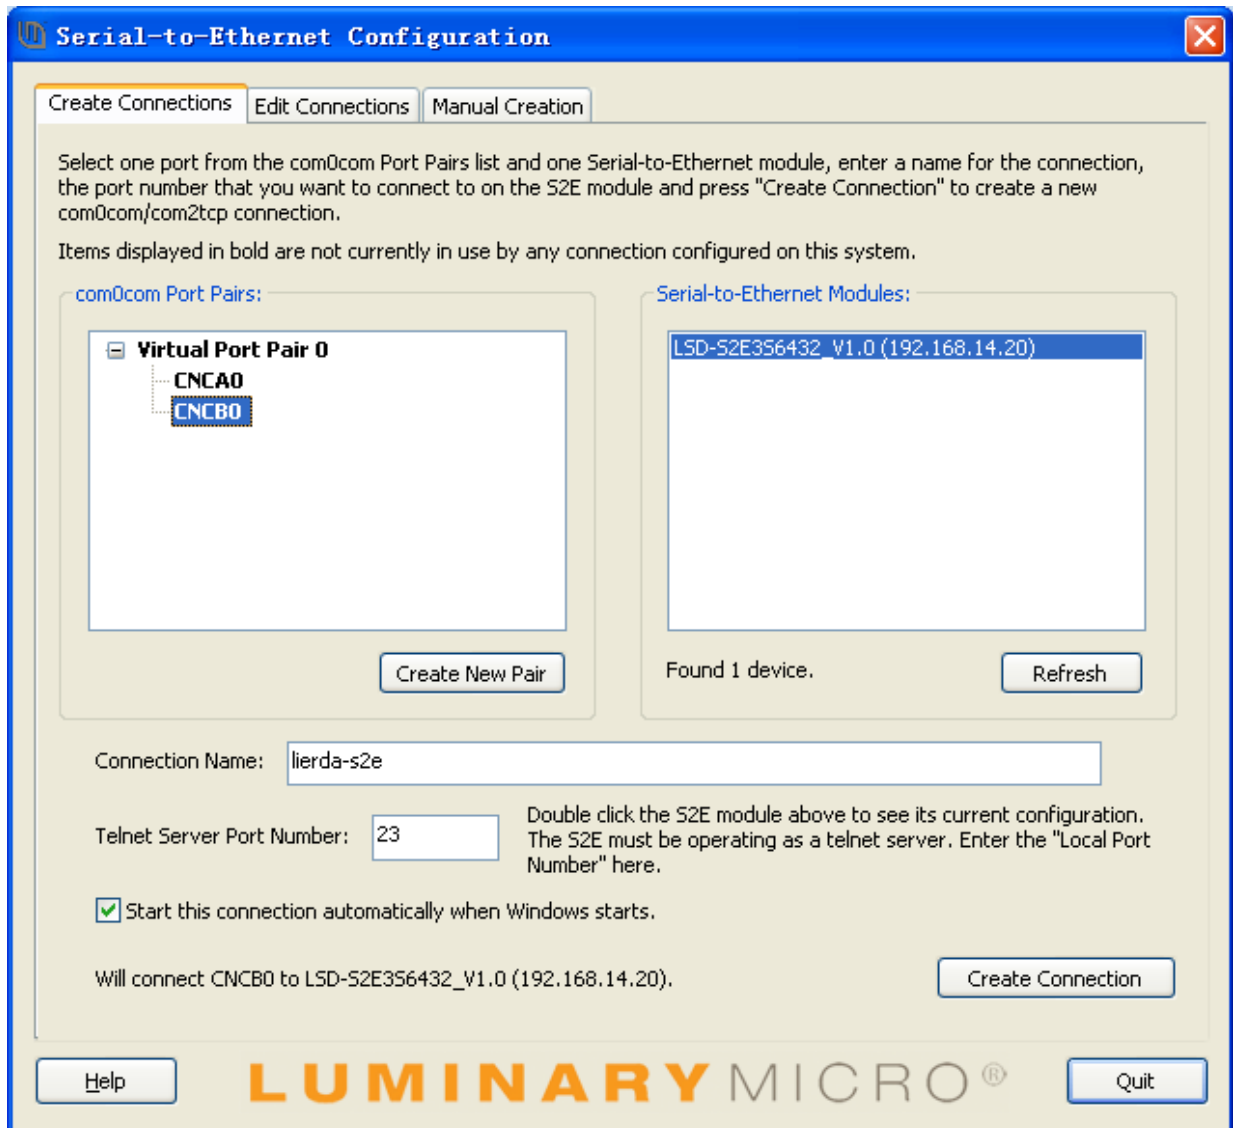

图 5.5.1.1 主程序窗口
2. 如果安装正确的话，主程序窗口如图 5.5.1.1 所示：